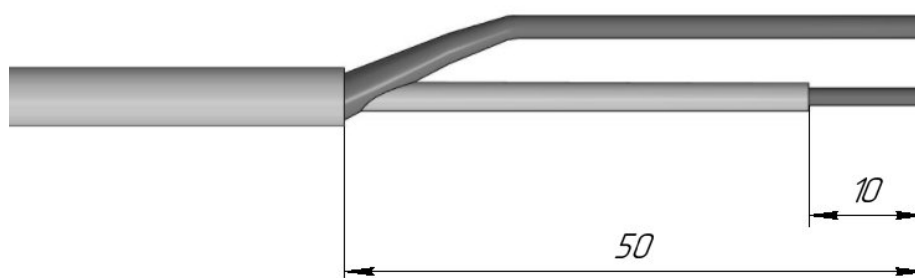

Рисунок 1
3.2.2 Снять оболочку кабеля на длину 50 ± 2 мм от края (рисунок 1).
3.2.4 Удалить изоляцию жилы на длину 10 ± 1 мм от края (рисунок 1).